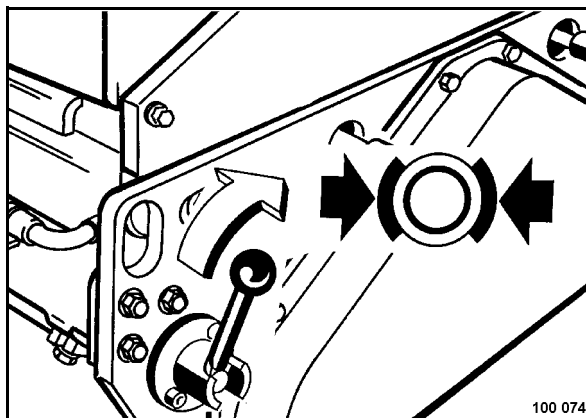

рис. 36
- Вытянуть приводной рычаг (рис. 36) и ввести его в зацепление вправо к символу «стояночный тормоз замкнут».